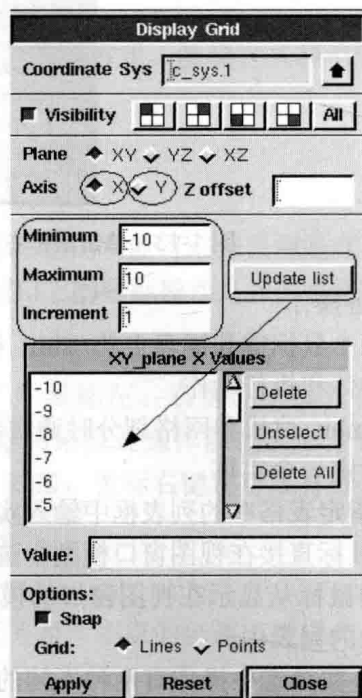
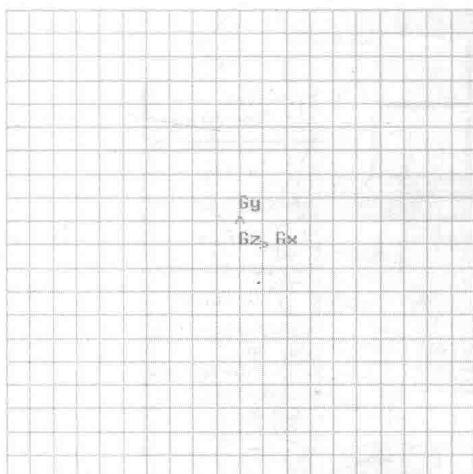
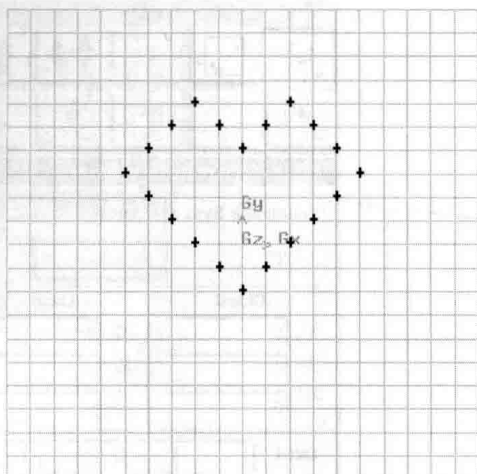

图 1-15 坐标网格定义面板
图 1-16 生成的坐标网格
图 1-17 进行点创建后的坐标网格
(4) 在弹出的坐标网格定义面板中, 分别在 X、Y 轴输入区间范围及坐标网格的间距, 如图 1-15 所示, 单击 Update list 按钮, 即可在 XY_plane 中显示定义好的坐标节点值, 最后单击 Apply 按钮完成坐标网格的定义, 并在视图窗口中生成了如图 1-16 所示的坐标网格。
(5) 按次序单击  →  → , 使得当前执行点生成操作。
(6) 在坐标网格的适当位置, 利用 Ctrl+右键即可创建点, 如图 1-17 所示。